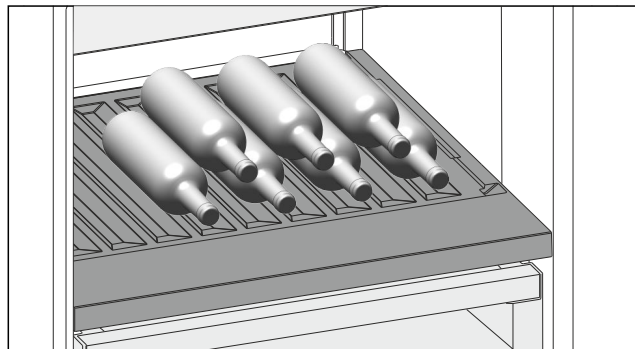

Fig. 150 Représentation à titre d'exemple
- Placer les bouteilles avec le fond orienté vers la paroi arrière de l'appareil. (voir Fig. 150)